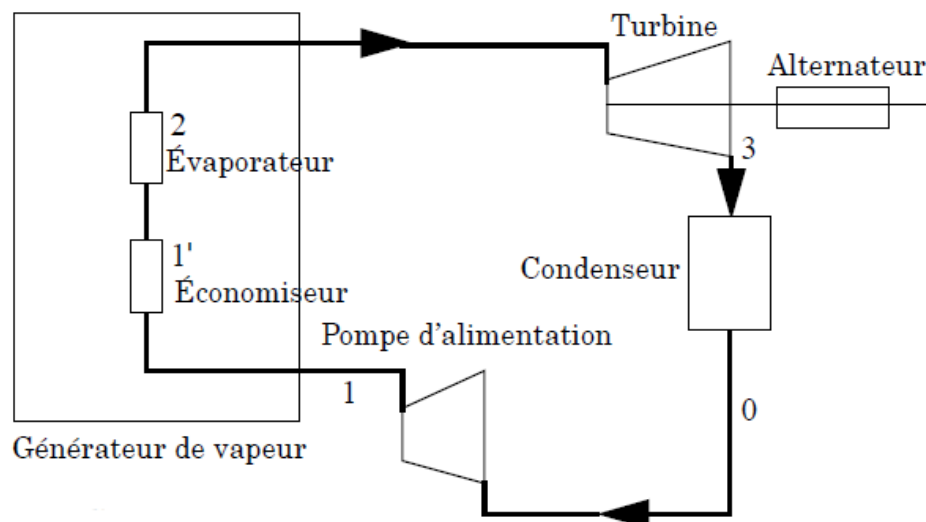

FIGURE 1 – Cycle de Rankine
- Le cycle de Rankine (Figure 1 ci-dessous) est le cycle de base des centrales nucléaires.